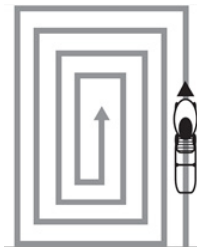

Рис. 18. Схема движения при работе в режиме бокового выброса травы
- При кошении больших участков (более 500 м²), для снижения трудозатрат, рекомендуется использовать боковой или задний выброс травы (см. раздел ПОДГОТОВКА К РАБОТЕ). При работе в режиме бокового выброса травы рекомендуется двигаться так, чтобы трава выбрасывалась на уже скошенный участок (Рис. 18).